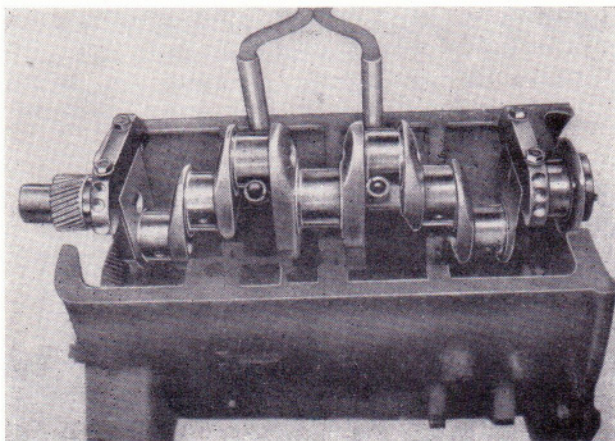

Bild 50
- Kurbelwelle mit einer geeigneten Anhängenvorrichtung herausheben (Bild 50).